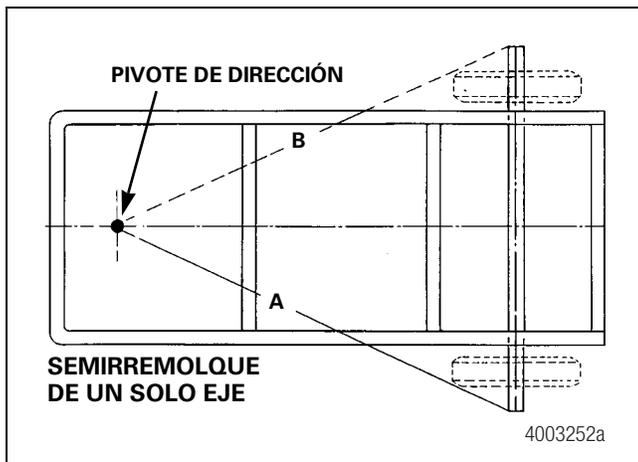

Figura 8.8
4. Ponga una cinta métrica de acero en un gancho. Coloque el gancho en el pivote de dirección y mida la distancia "A" por el lado de la carretera y "B" por el lado del bordillo del semirremolque. Figura 8.8. La diferencia entre estas dimensiones no debe ser superior a  $\pm 0.0625$  pulgada ( $\pm 1.59$  mm). De ser necesario, ajuste el eje para que la diferencia cumpla con las especificaciones.